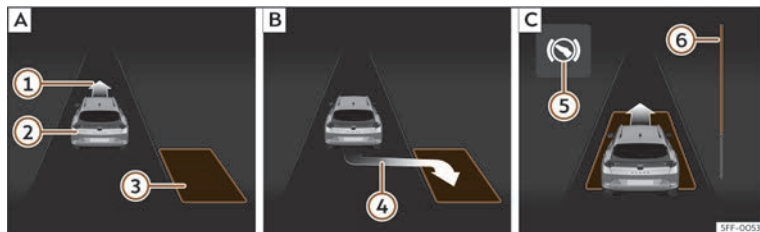
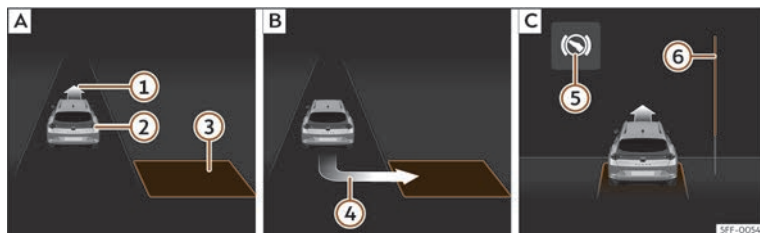

Fig. 194 Na pantalla do cadro de instrumentos:aparcar en liña. **[A]** Atopar un espazo de aparcamento. **[B]** Posición para aparcar. **[C]** Manobrar.
Fig. 195 Na pantalla do cadro de instrumentos:aparcar en batería. **[A]** Atopar un espazo de aparcamento. **[B]** Posición para aparcar. **[C]** Manobrar.
- Mire na visualización da pantalla do cadro de instrumentos se detecta o espazo como “axeitado” e se alcanzou a posición correcta para aparcar» **fig. 194 [B]** ou» **fig. 195 [B]**. O espazo considerase “axeitado” se na
• Retroceda ata que soe o sinal continuo do ParkPilot; **OU BEN:** retroceda ata que na pantalla do cadro de instrumentos apareza a indicación de dar marcha adiante»» fig. 194 [C] ou»» fig. 195 [C]; **OU BEN:** retroceda ata que na pantalla do cadro de instrumentos apareza a mensaxe **Park Assist finalizado**. A barra de progreso [6] indica a distancia a percorrer»» páx. 294.
• Vaia marcha adiante ata que soe o sinal continuo do ParkPilot; **OU BEN:** vaia marcha adiante ata que na pantalla do cadro de instrumentos apareza a indicación de dar marcha atrás. O sistema de aparcamento asistido dirixe o vehículo marcha adiante e marcha atrás ata centralo no espazo»» fig. 194 [C] ou»» fig. 195 [C].
A barra de progreso »» fig. 194 [6] e»» fig. 195 [6] amosa simbolicamente na pantalla do cadro de instrumentos a distancia relativa que aínda se vai percorrer. Canto maior sexa a distancia, máis chea está a barra de progreso. Ao circular marcha adiante, o contido da barra de progreso diminúe cara arriba e, ao circular marcha atrás, diminúe cara abaixo.